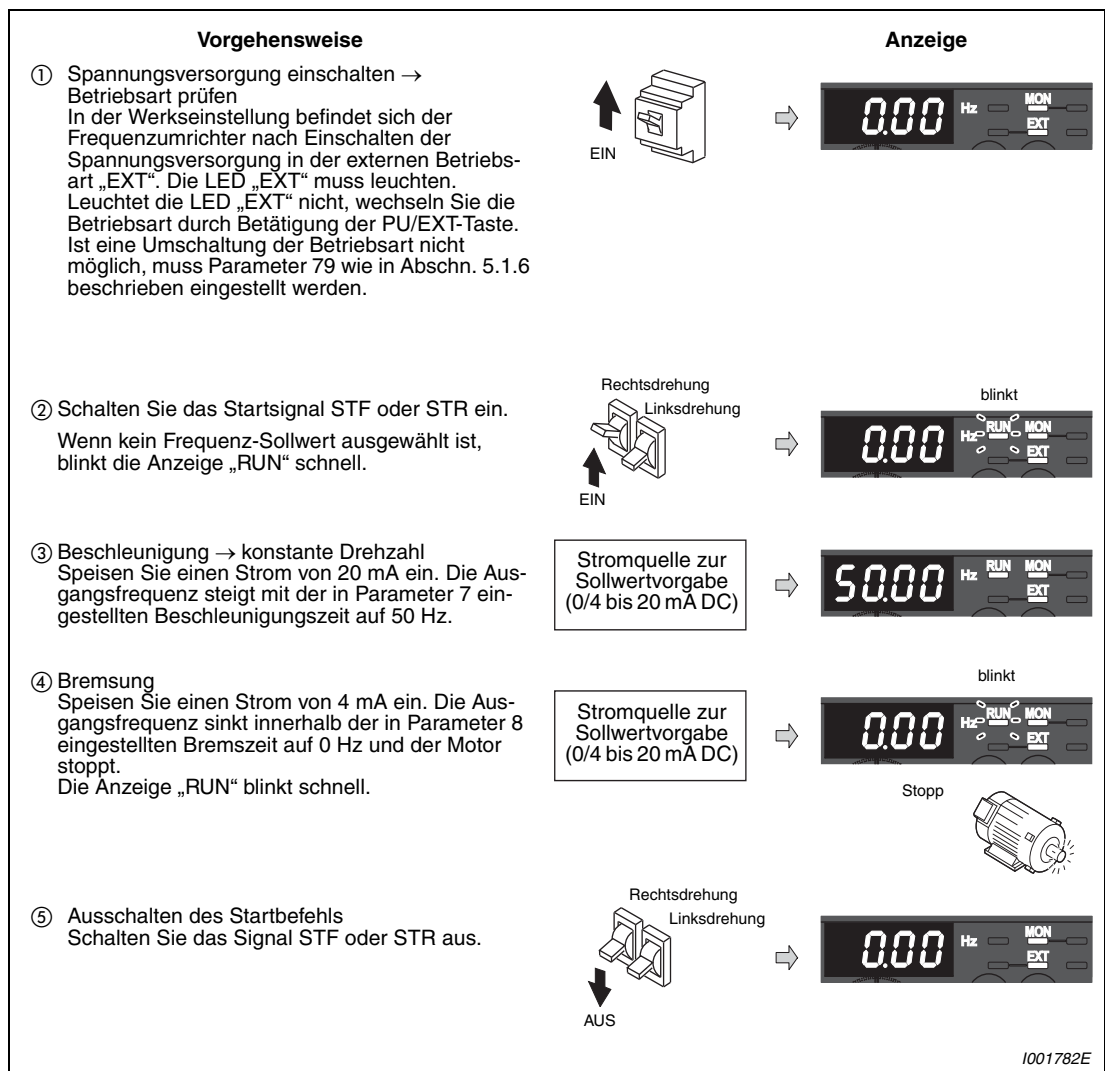

Abb. 5-29: Betrieb des Frequenzumrichters mit Sollwertvorgabe durch einen analogen Strom
⑤ Betätigen Sie zweimal die Taste MODE zur Anzeige der Ausgangsfrequenz.	 →
⑥ Schalten Sie das Startsignal STF oder STR ein und speisen Sie einen Strom von 20 mA ein (siehe Abb. 5-29, Schritte ② bis ⑤).